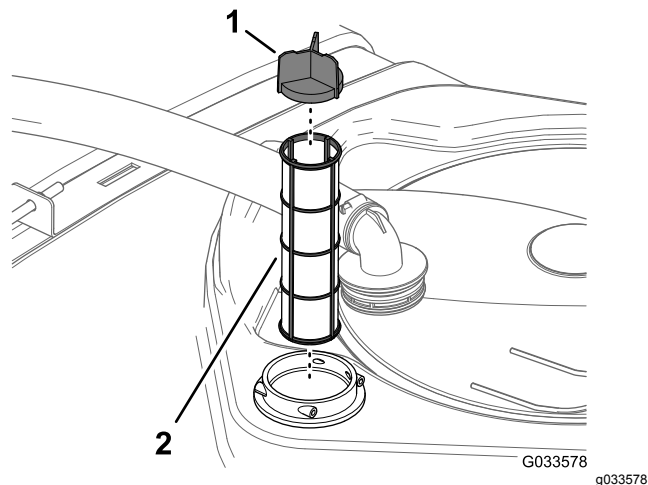

**Рисунок 104**
2. В верхней части бака опрыскивателя снимите держатель, который крепит шланговый штуцер, подсоединенный к большому шлангу, идущему от корпуса фильтра (Рисунок 104).
3. Отсоедините шланг и шланговый штуцер от корпуса фильтра (Рисунок 104).